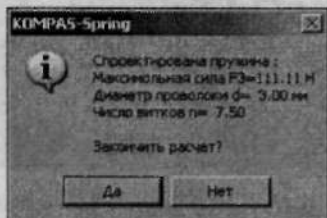

Рис. 2.90. Подтвердите завершение расчета, щелкнув по кнопке **Да**
9. Закройте окно с графическим изображением отчета, щелкнув по кнопке **Заккрыть**. Заметьте, что в появившемся уже знакомом вам окне **Проектирование цилиндрической пружины сжатия** в полях параметров уже введены необходимые нам для расчета значения, и они недоступны для редактирования (рис. 2.90). Значит все готово для построения нашей 3D-модели!